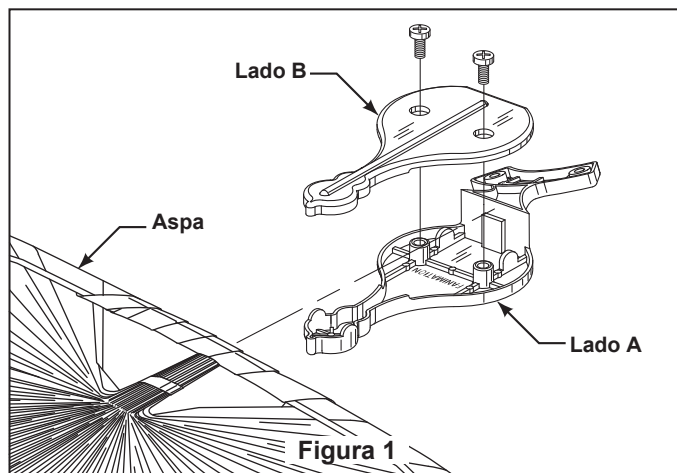

Figura 1
- ☐ 1. Apoye el lado liso del soporte de aspas sobre una superficie plana, con la parte interior del soporte mirando hacia arriba. Este es el lado que tiene los pilotes roscados y la base inclinada. (Figura 1).
- ☐ 6. Ajuste ambos tornillos para asegurar el aspa (Figura 1).
El uso de un regulador de la intensidad completa (no incluido) para controlar la velocidad del ventilador dañará el dispositivo. Para reducir el riesgo de incendio o descarga eléctrica, no utilice dicho regulador para controlar la velocidad del ventilador. (Figura 1)